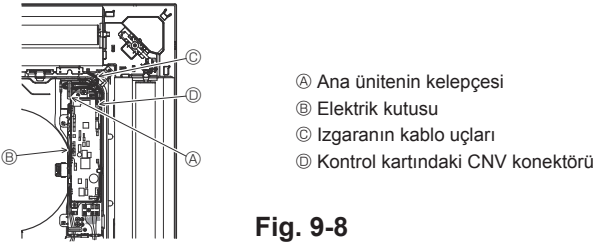

Fig. 9-8
9.4.4. Kablo bağlantısı (Fig. 9-8)